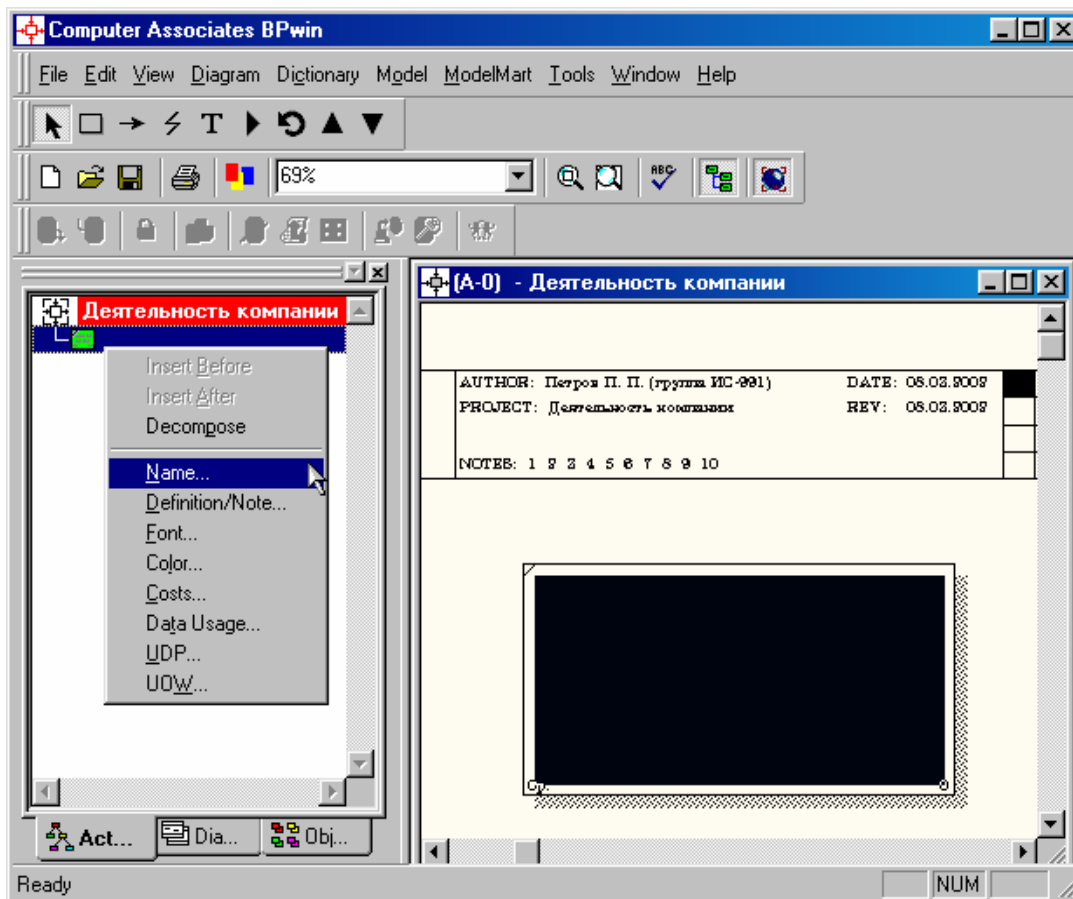

Рисунок 2.4 – Контекстное меню для редактирования свойств объекта
- Во вкладке *Activities* щелчок правой кнопкой по объекту в браузере модели позволяет выбрать опции редактирования его свойств (рисунок 2.4).